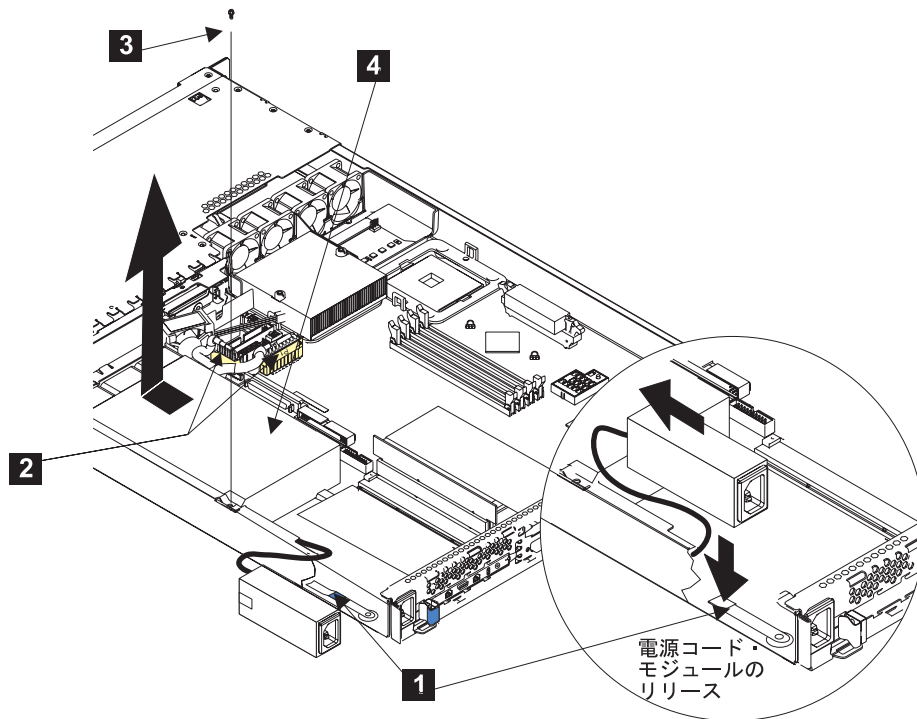

図 129. SAN ボリューム・コントローラー 2145-4F2 電源機構の取り外し
5. 電源ケーブル・モジュールの前部のクリップ **1** を押し下げて、SAN ボリューム・コントローラー 2145-4F2 の側面にあるスロットから位置合わせタブが解放されるまで、モジュールを SAN ボリューム・コントローラー 2145-4F2 の前面方向へスライドさせます。図 129 を参照してください。